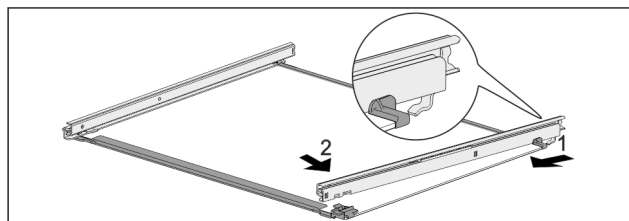

Fig. 117 Glasplatte mit Schienen
- ▶ Schiene hinten einhaken. Fig. 117 (1)
- ▶ Schiene vorne einrasten. Fig. 117 (2)